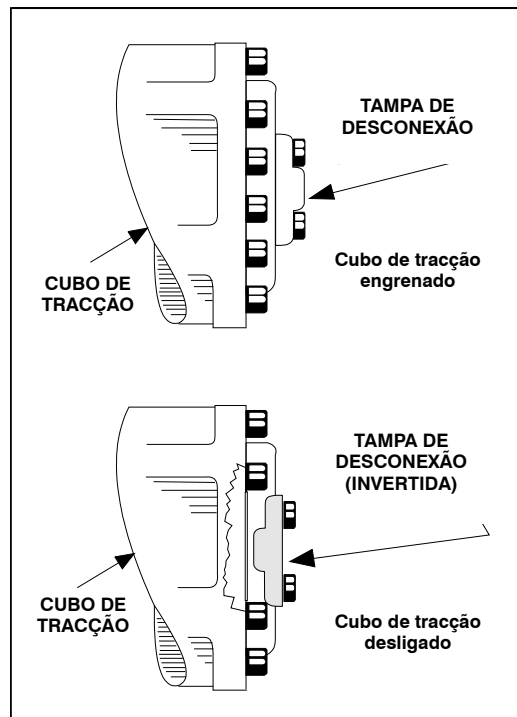

Figura 4-4. Cubo de tracção desligado
3. Desengrenar os cubos de tracção, invertendo a tampa de desconexão. Consultar Figura 4-4., Cubo de tracção desligado.